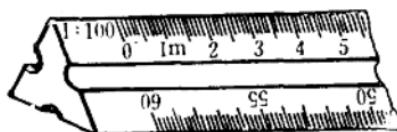

图 1-7 比例尺
(4) 比例尺 比例尺(如图1-7所示)供绘图时量取不同比例的尺寸用，其形状常为三棱柱形，又称为三棱尺。它的三个面上刻有六种比例，如1:100、1:200、1:300、1:400、1:500、1:600。